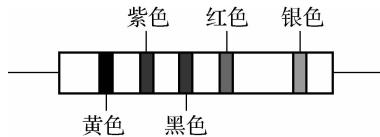

图 1-27 色环电阻 R_3
(1) R_1 : 阻值为 $3\ 300\ \Omega$, 允许误差 $\pm 5\%$ 的电阻。画出该电阻的色环并标注颜色说明。
(2) R_2 : 阻值为 $620\ \Omega$, 允许误差 $\pm 10\%$ 的电阻。画出该电阻的色环并标注颜色说明。
(3) 根据图 1-27 所示色环电阻 R_3 , 说明该电阻的电阻值及允许误差。